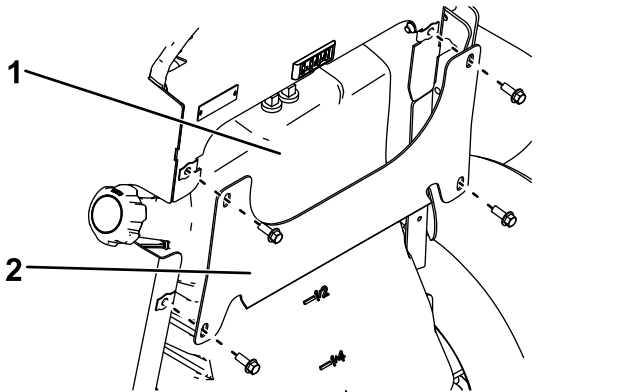

Figura 31
3. Retire el soporte transversal (Figura 31).